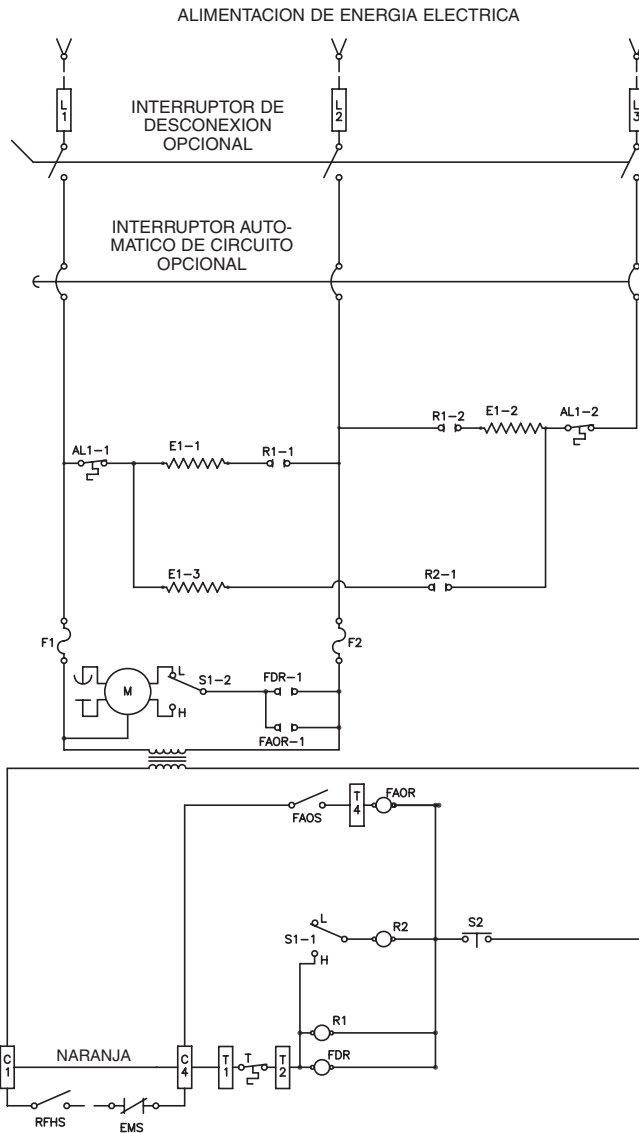

Figura 4
1. En la Figura 4 se muestra un diagrama de cableado típico.